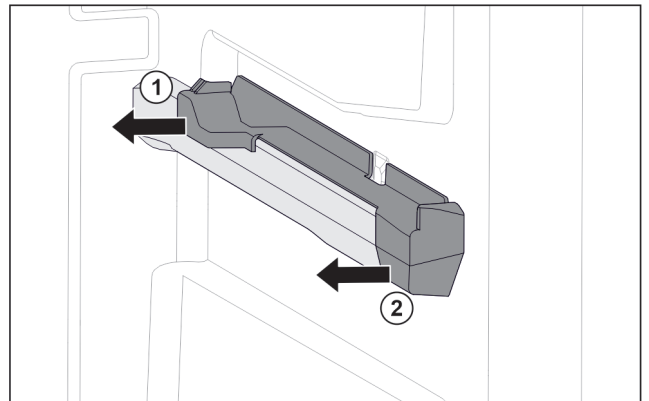

Fig. 68 Élément emboîtable sur la nervure de récipient droite
- Le retirer sur le côté par l'arrière. Fig. 68 (1)
- Le retirer sur le côté par l'avant. Fig. 68 (2)